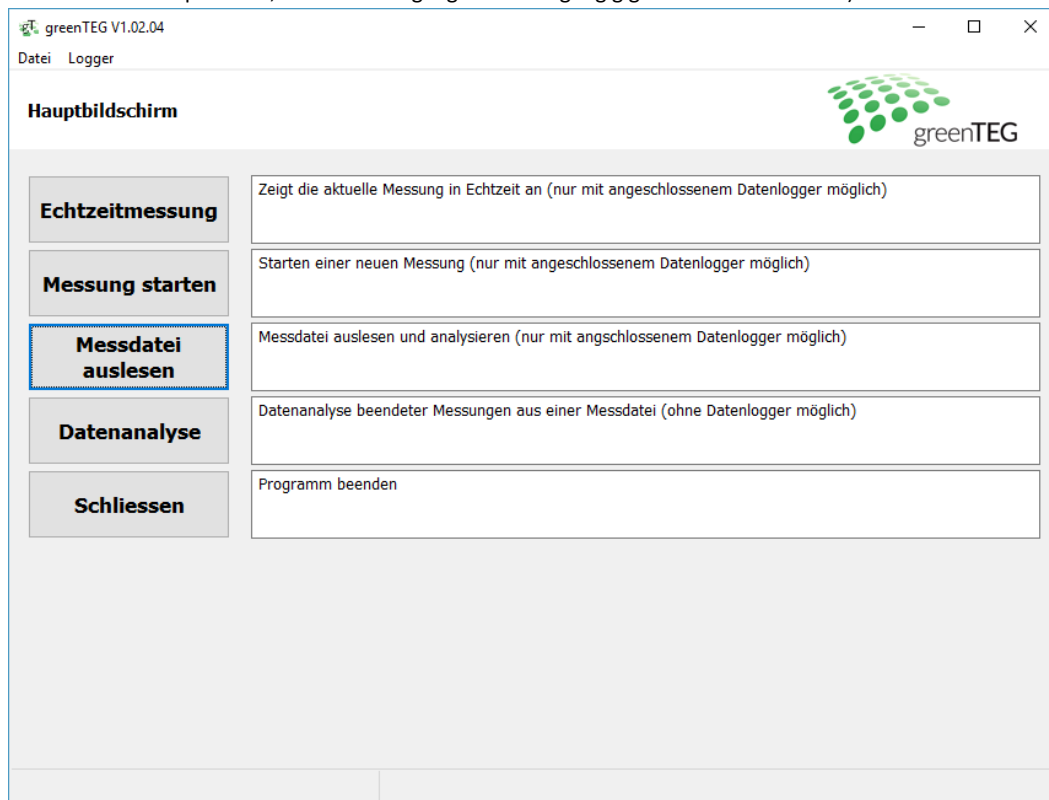

Abbildung 2: Startfenster der Auslesesoftware mit angeschlossenem Datenlogger
Die gSKIN® U-Wert Software besteht aus fünf Menüfunktionen und zwei Menüreitern (siehe Abbildung 2):
4. Beim Öffnen der Software erscheint das Startfenster (Abbildung 2). Bei angeschlossenem Datenlogger sind nun alle Funktionsfenster bedienbar.
12. Falls Sie ältere, auf Ihrem Laptop abgespeicherte, Messungen analysieren möchten, wählen Sie diese über die Funktionstaste „Datenanalyse“ aus (siehe Abbildung 2)4.